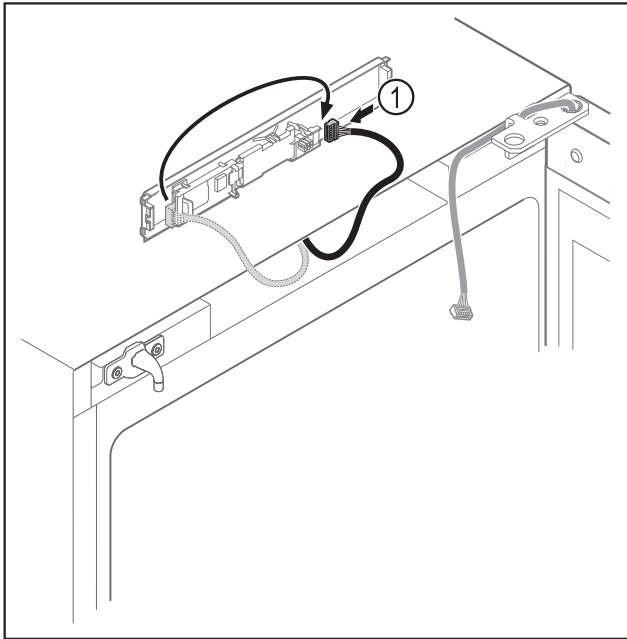

Fig. 13
- ▶ Переставити штекер Fig. 13 (1) на плиті.